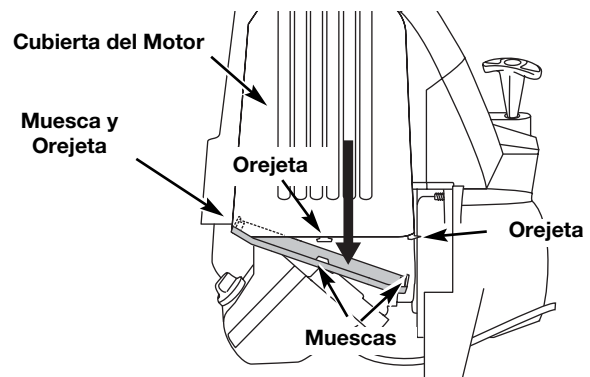

Fig. 30
1. Retire la cubierta del silenciador presionando la esquina con un destornillador de vástago plano (Fig. 30). Deslice las muescas a
- Vuelva a colocar la cubierta del silenciador. Deslice las muescas a los lados de la cubierta del silenciador sobre las orejetas de la cubierta del motor y enganche en su lugar (Fig. 30).